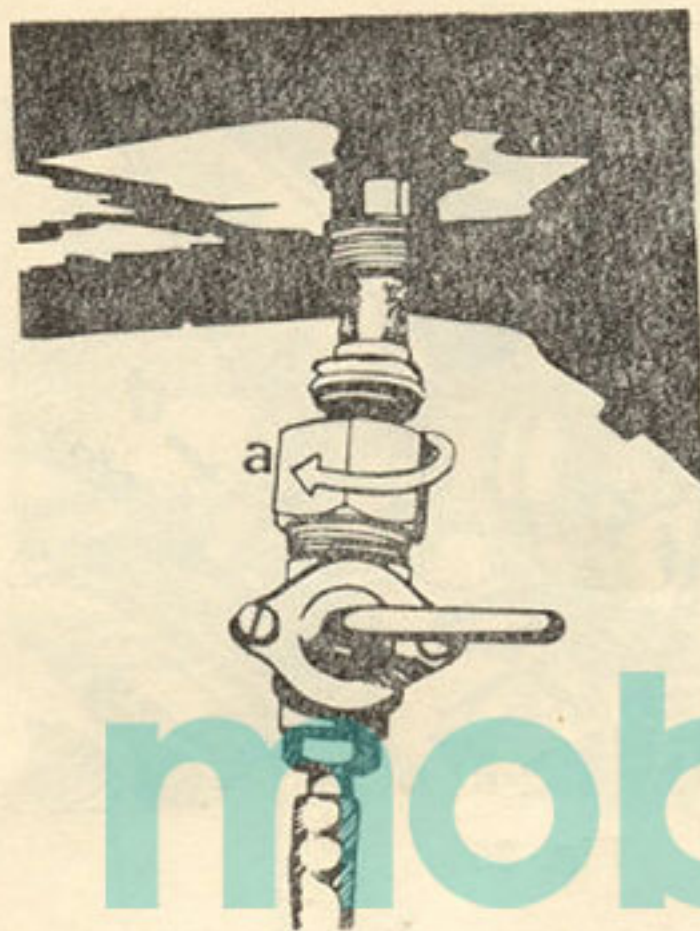

Fig. 37
2. Slăbiți piulița „a” rotind-o în sensul indicat în fig. 37.